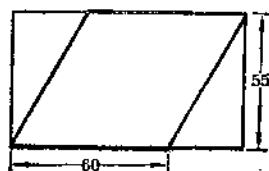

图 7
5. 左右装饰外挡板: 用 55×80 [毫米]² 木板二块制左右外挡板如图 7 所示, 挡板左右两边均削成 70° 斜边, 使板呈菱